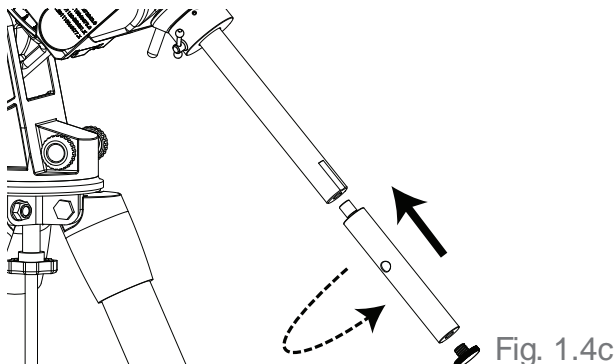

Fig. 1.4c
4. La monture AZ-EQ6 GT est livrée avec une allonge de barre de 150mm de longueur, qui peut être ajoutée si le besoin s'en fait sentir. Avant de mettre les contrepoids, vérifiez que l'allonge est vissée fermement sur la barre (Fig. 1.4c).
5. Desserrez la vis du contrepoids et faites coulisser ce dernier le long de la barre (1). Resserez ensuite la vis de blocage du contrepoids.
6. Remplacez l'écrou de protection moleté anti-chûte en bout de barre de contrepoids (2).